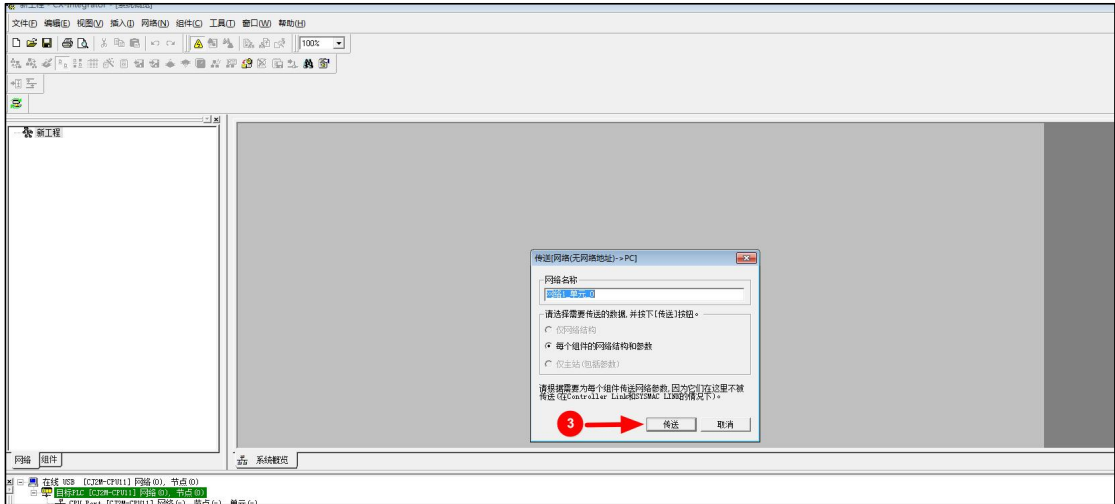

图 5-5-5 自动扫描
自动扫描，点击“在线工作按钮”，双击 DeviceNet[CJ1W-DRM21] 网络 (-)，节点 (1)，单元 (0)，并设定网络名称，确定传送，如图 5-5-5 所示。双击 DN-HH00-CONN，能否发现欧姆龙 PLC 扫描到 DN-HH00-CONN 从站。